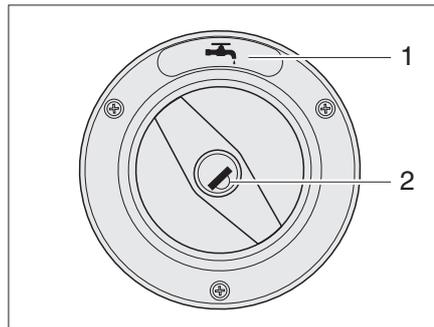
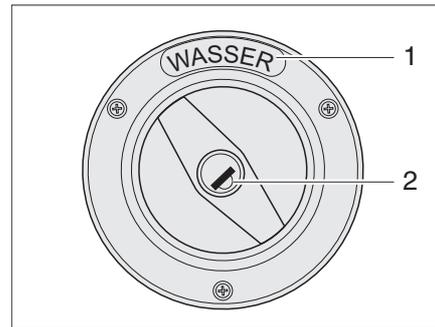

Bild 5 Verschlussdeckel für Frischwasser-Einfüllstutzen (Variante 1)
Bild 6 Verschlussdeckel für Frischwasser-Einfüllstutzen (Variante 2)
- ▷ Der Frischwasser-Einfüllstutzen ist durch das Symbol "☕" (Bild 5,1) oder den Schriftzug "WASSER" (Bild 6,1) gekennzeichnet.
- Schlüssel in Schließzylinder (Bild 5,2 oder Bild 6,2) stecken und entgegen dem Uhrzeigersinn drehen.